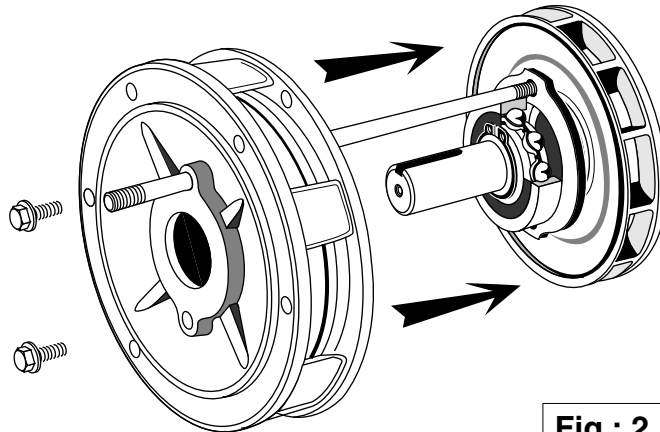

Fig : 2
- Monter le chapeau intérieur (68) sur le rotor.
- Remonter le circlips (284).
- Vérifier la présence de la rondelle de précharge (79) et du joint torique (349) dans le flasque AR (36).
- Glisser le rotor (4) dans le stator.
- Visser sur le chapeau (68) une tige filetée M6 x 200 pour effectuer son montage (fig 2).
- Remonter le flasque avant (30), bloquer les 4 écrous (38) au couple de 3,8 m.da/N.
- Fixer le chapeau intérieur (68) par la vis inférieure (62) remplacer la tige filetée par la seconde vis (62).
- Reposer le capot supérieur (48).
- Position the inner bearing cap (68) on the rotor
- Position circlip (284)
- Place rubber "O" ring (349) the spring washer (79) into the recess in the non drive end bearing housing (36).
- Replace rotor (4) into the stator.
- Insure the alinement of the bearing cap (68) with the D.E. bracket (refer to fig 2)
- Replace the drive end bracket (30) on the stator (1) fasten by nuts (38) torqued at 3,8 m.da/N on studs (37).
- Fix the inner bearing cap (68) with lower bolt (62) and replace the rod by upper bolt (62).
- Fix the terminal box cover (48).